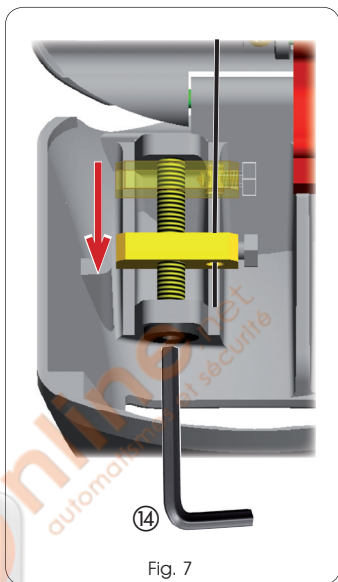

Fig. 7
9. Agendo sulla testa della vite di regolazione con una chiave esagonale muovere il tensionatore fino a sbloccare l'operatore collegato come mostrato in Fig.7 rif. 14);
- Turning the head of the adjustment screw with a hexagon wrench, move the tensioning device until you release the operator, connected as shown in Fig. 7 ref. ⑮;